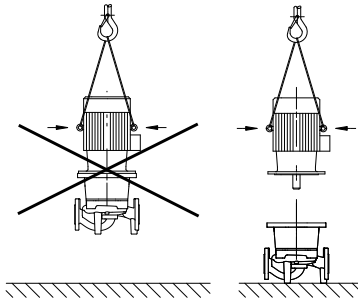

Fig. 8: Transport des Motors
- Die Transportösen am Motor sind nur zum Transport des Motors, nicht aber der ganzen Pumpe zugelassen (Fig. 8).